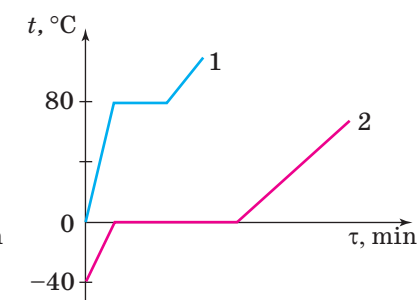

Fig. 2
- În fig. 2 sunt reprezentate graficele topirii unor substanțe. Care substanță are cea mai înaltă temperatură de topire? Care substanță la începutul experimentului avea cea mai mare temperatură? Folosind tabelul 2 din Anexă, determinați despre ce substanțe este vorba.